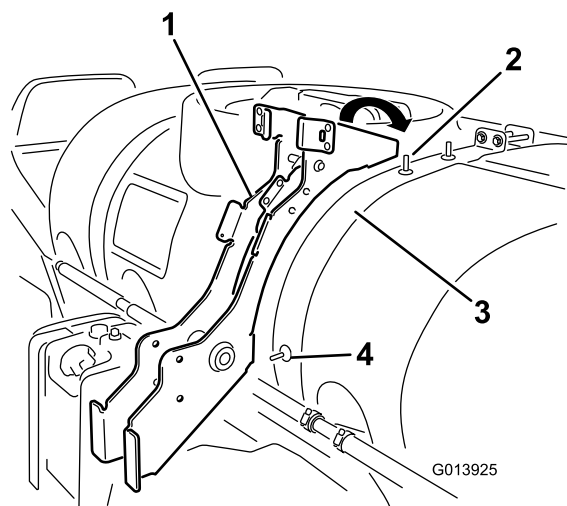

Bild 6
3. Bauen Sie den Rahmen über dem Behälterriemen ein; fluchten Sie das untere Loch im Rahmen mit der freiliegenden Schraube in der Seite des Behälterriemens und das obere Loch mit der oberen Schraube im Behälterriemen aus, wie in Bild 6 dargestellt.